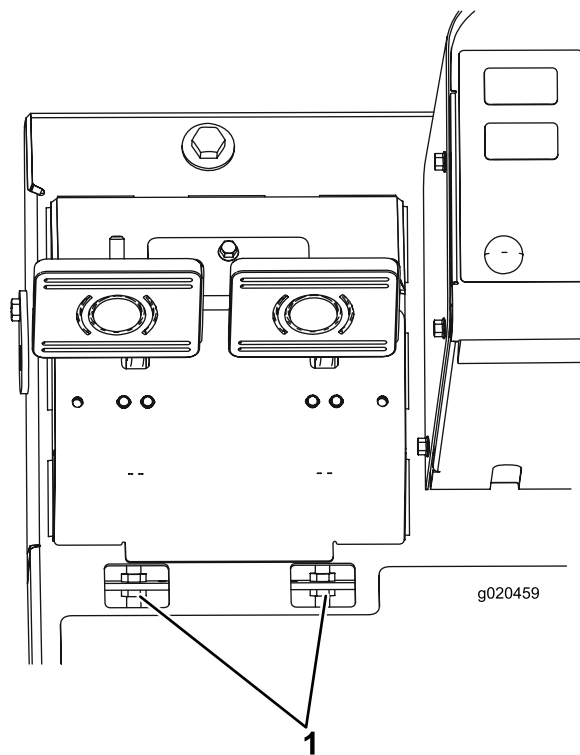

Figure 94
- B. Desserrez l'écrou avant sur l'extrémité fileté du câble de frein (Figure 94).